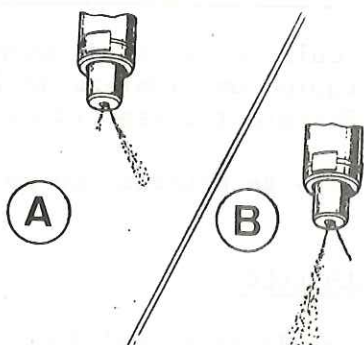

Fig. L1-9 Esquema de pulverización a revoluciones de arranque
- 2.4. Teniendo la precaución de no poner las manos o cualquier otra parte - del cuerpo delante del inyector, debido al peligro que éste encierra, girar el motor del vehículo, actuando el motor de arranque. El combustible deberá salir pulverizado por el orificio auxiliar, en mayor cantidad que por el principal, tal como se indica en el esquema, A (Fig. L1-9). Si el chorro fuese más denso, o sale excesivo líquido por el orificio principal, el inyector completo deberá desmontarse para su reparación (ver pulverización defectuosa a revoluciones de arranque en esquema, B, Fig. L1-9).